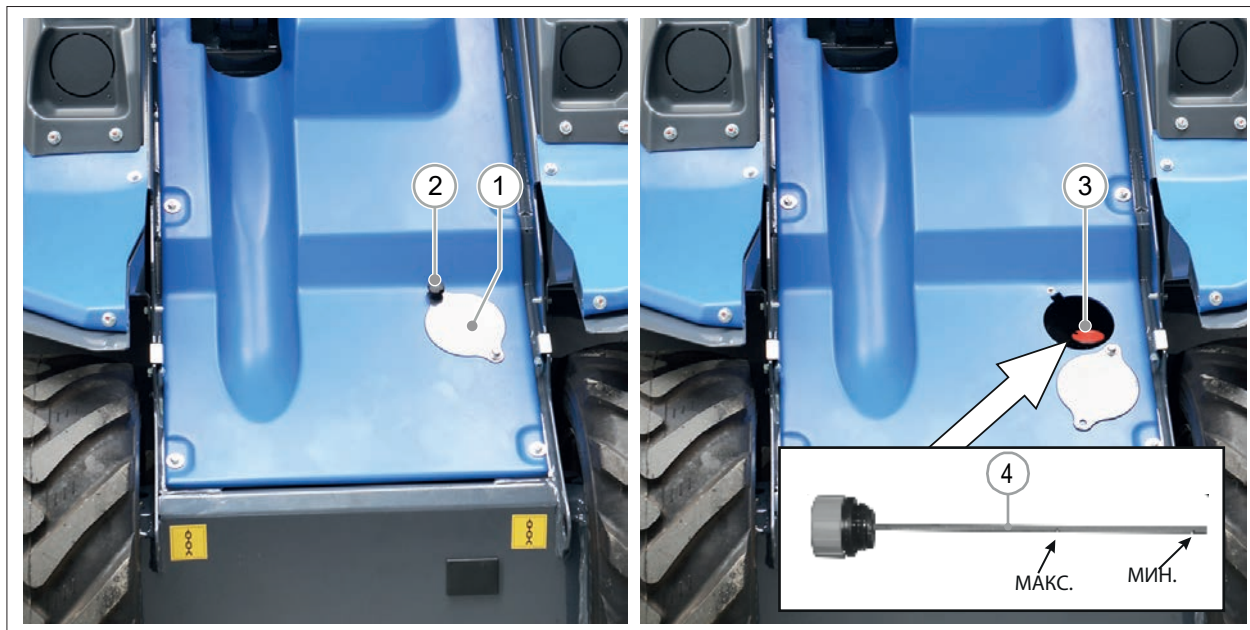

РИС. 49
- 3) Открутите ручку (РИС. 49 - Сс. 2) для открытия крышки (РИС. 49 - Сс. 1) расположенной у правого переднего колеса.
- 4) Открутите крышку бака гидравлического масла (РИС. 49 - Сс. 3).
- 5) Убедитесь, что уровень масла на щупе находится между отметками MIN и MAX (РИС. 49 - Сс. 4).